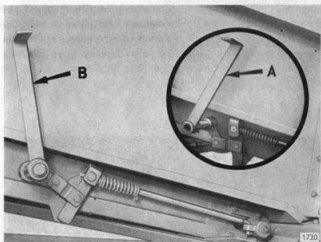

Bild 17.
Vid montering av skärbordets elevatorduk skall spännanordningen vara frikopplad (A). Se bild 17.
Frikopplingsanordningen spänns (B). Se bild 17. Kontrollera nu att elevatorduken stannar om manöverspaken för frikopplingen slås till. Frikopplingen fungerar ej om elevatorduken är för hårt spänd.